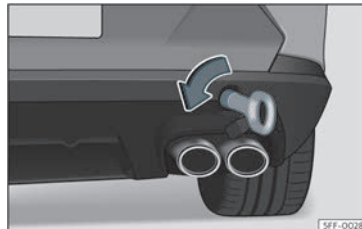

Fig. 46 No lado direito do para-choques traseiro: argola de reboque enroscada.
- Enrosque a argola de reboque no alojamento girando-a ao máximo **no sentido contrário ao dos ponteiros do relógio** >>> **Fig. 46** >>> ⓘ. Utilize um objeto adequado com o qual possa enroscar completa e firmemente a argola de reboque no seu alojamento.